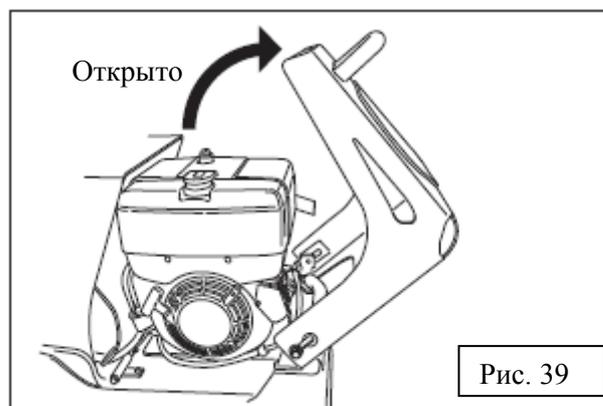

Рис. 39
3. Плавно откройте крышку (рис. 39).